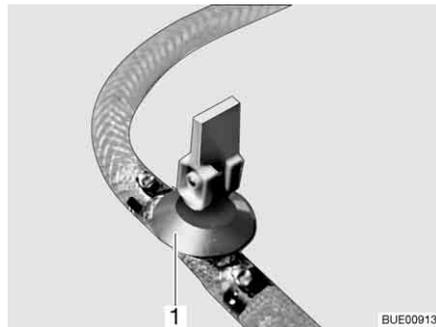

Bild 178 Ablasshahn
- Ablasshahn/Ablasshähne schließen. Dazu den Kipphebel (Bild 178,1) waagrecht stellen.
- Ablasshahn/Ablasshähne (Bild 178) öffnen. Dazu den Kipphebel (Bild 178,1) senkrecht stellen. Der Boiler wird nach außen entleert.